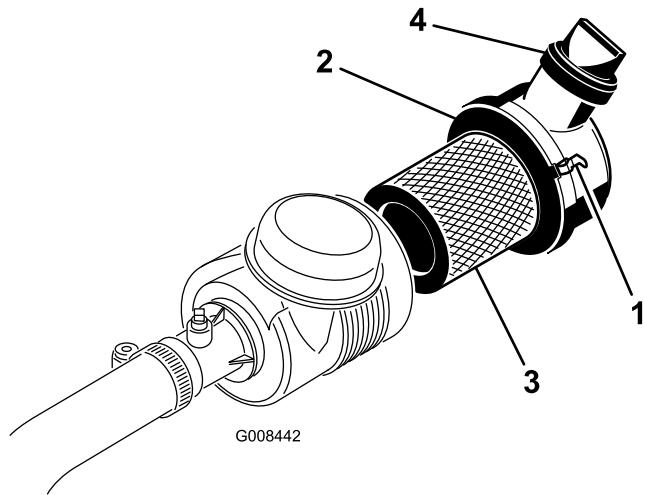

Figura 44
1. Rilasciate i fermi che fissano il coperchio del filtro dell'aria al relativo corpo (Figura 44).
6. Montate di nuovo il coperchio e chiudete i fermi (Figura 44).